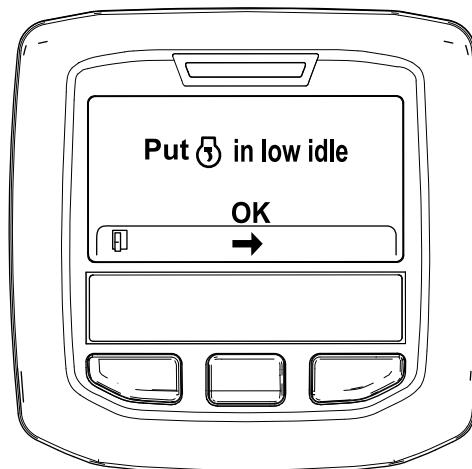

図 51
6. スロットルコントロールを低速アイドル位置にセットして、中央ボタンを押す図 51。